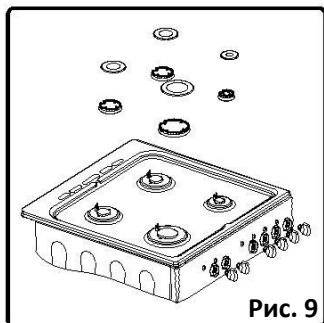

Рис. 9
- Снимите крышку горелки и адаптер (рисунок 9).